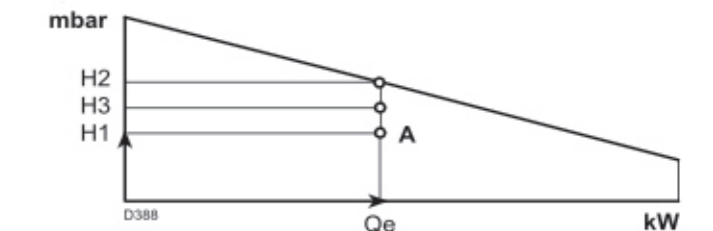

图 4
- 4 从点 A (图 4) 处垂直画一条线, 找到出力范围内的最大压力 “H2”。
- 如果 H3 大于 H1 (图 4), 则燃烧器能提供所需出力。